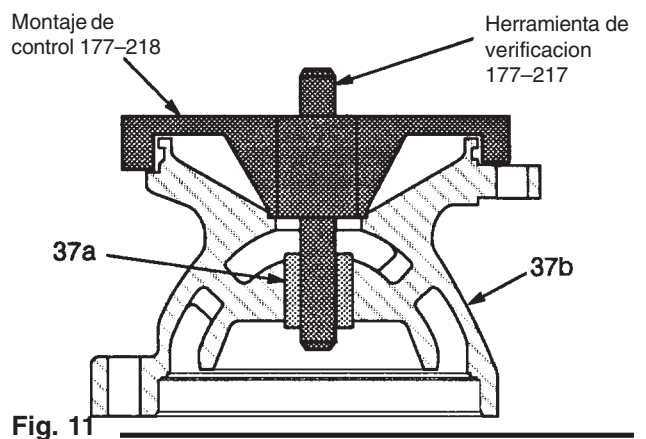

Fig. 11
- e. Verificar la concentricidad de los cojinetes. Poner el montaje de control 177-218 en la campana como indica la Fig. 11. Introducir el extremo largo de la herramienta de verificación 177-217 en el centro del orificio del montaje. La herramienta deberá poder girar libremente sin trabarse. Si se trabara deben cambiarse los cojinetes.